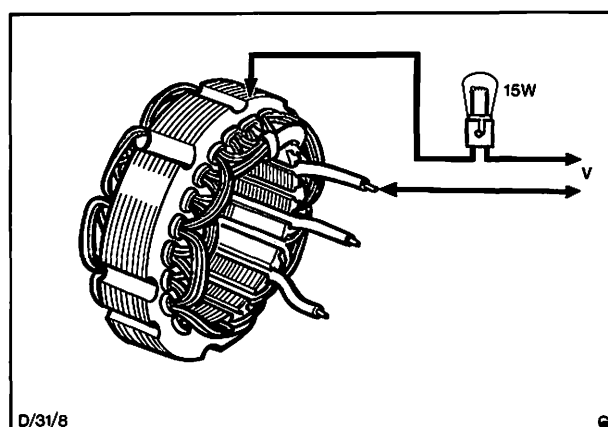

Abb. 53 Isolation der Ständerwicklung prüfen
b) Isolation der Ständerwicklung prüfen. Abb. 53.